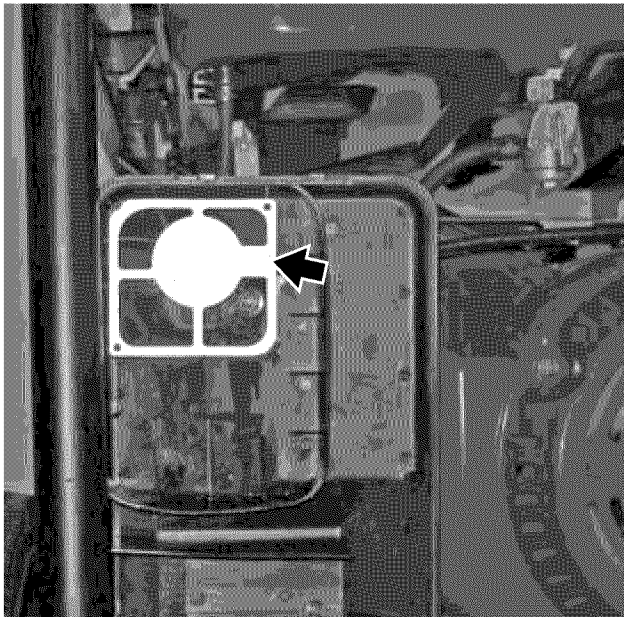

Figura 37 – Ubicación de la placa metálica de explosión al carburador
6. Preste especial atención a la placa metálica de explosiones al carburador que está en el vértice superior izquierdo del conjunto del filtro de aire. Esta placa metálica debe estar en la posición correcta cuando se instala el elemento de espuma del filtro de aire (vea la Figura 37).
11. Regrese el elemento del filtro de aire a su posición en la caja del cojunto del filtro de aire. Compruebe que la placa metálica de explosión al carburador esté ubicada correctamente (vea la Figura 37).